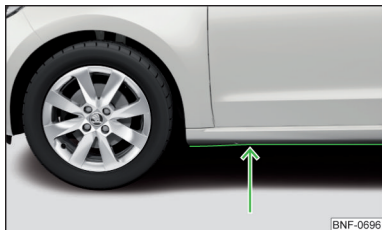

Fig. 127
- Înainte de traversarea zonei cu apă, stabiliți adâncimea apei. Nivelul apei poate să ajungă maximum până la marginea inferioară a lonjeronului inferior » fig. 127.